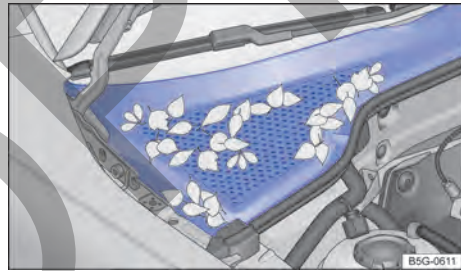

Fig. 191 Entre el compartimento del motor y el parabrisas: caja de agua (representación esquemática).
- La caja de aguas está ubicada en el compartimento del motor, entre el parabrisas y el motor, y bajo una cubierta perforada → fig. 191. El aire ambiente es aspirado de la caja de aguas al interior del vehículo por medio del sistema de calefacción y ventilación o del aire acondicionado.